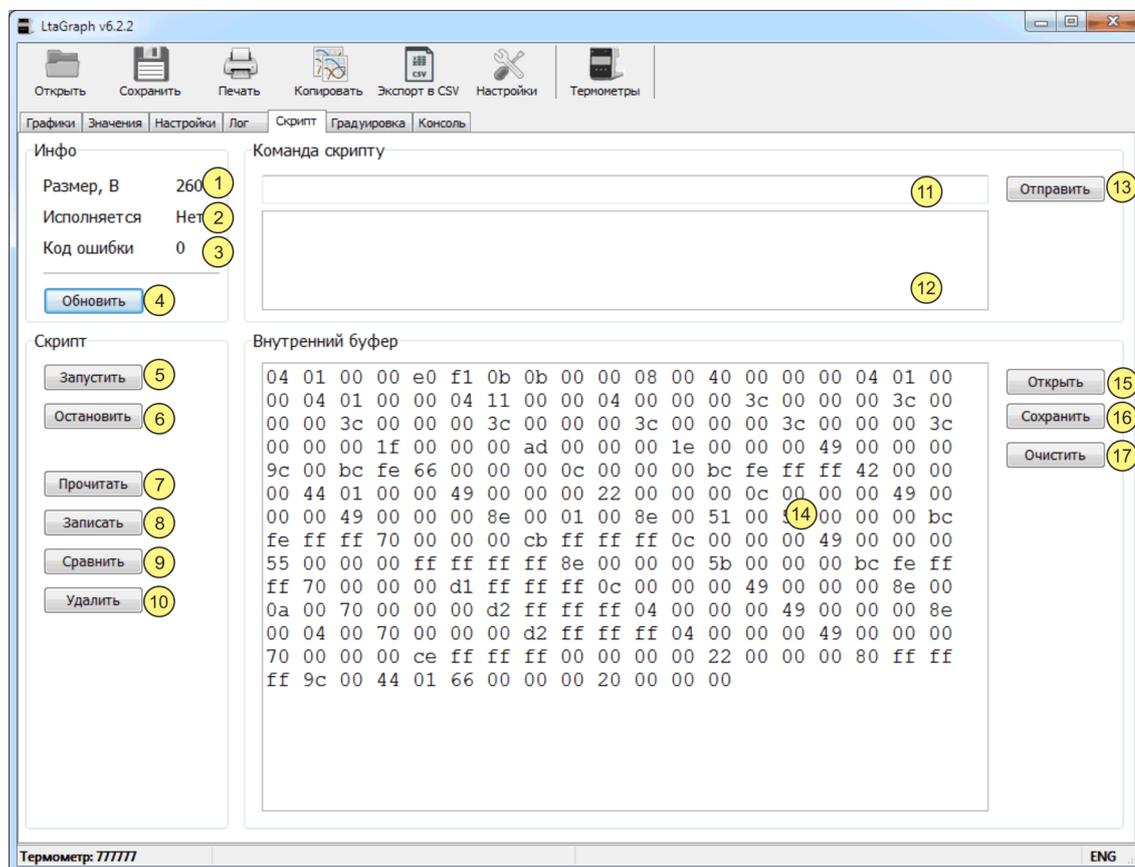

Рисунок 10 — Управление скриптом
2.14.1 Для получения информации о работе скрипта, нажать кнопку 4 рисунок 10. В позиции 1 будет отображен размер, загруженного в термометр скрипта. В позиции 2 — выполняется или нет скрипт на данный момент. В позиции 3 — код, с которым завершилась работа скрипта.
2.15.1 Для записи скрипта в термометр выполнить (см. рисунок 10):
2.15.2 Для чтения скрипта из термометра во внутренний буфер программы выполнить (см. рисунок 10):